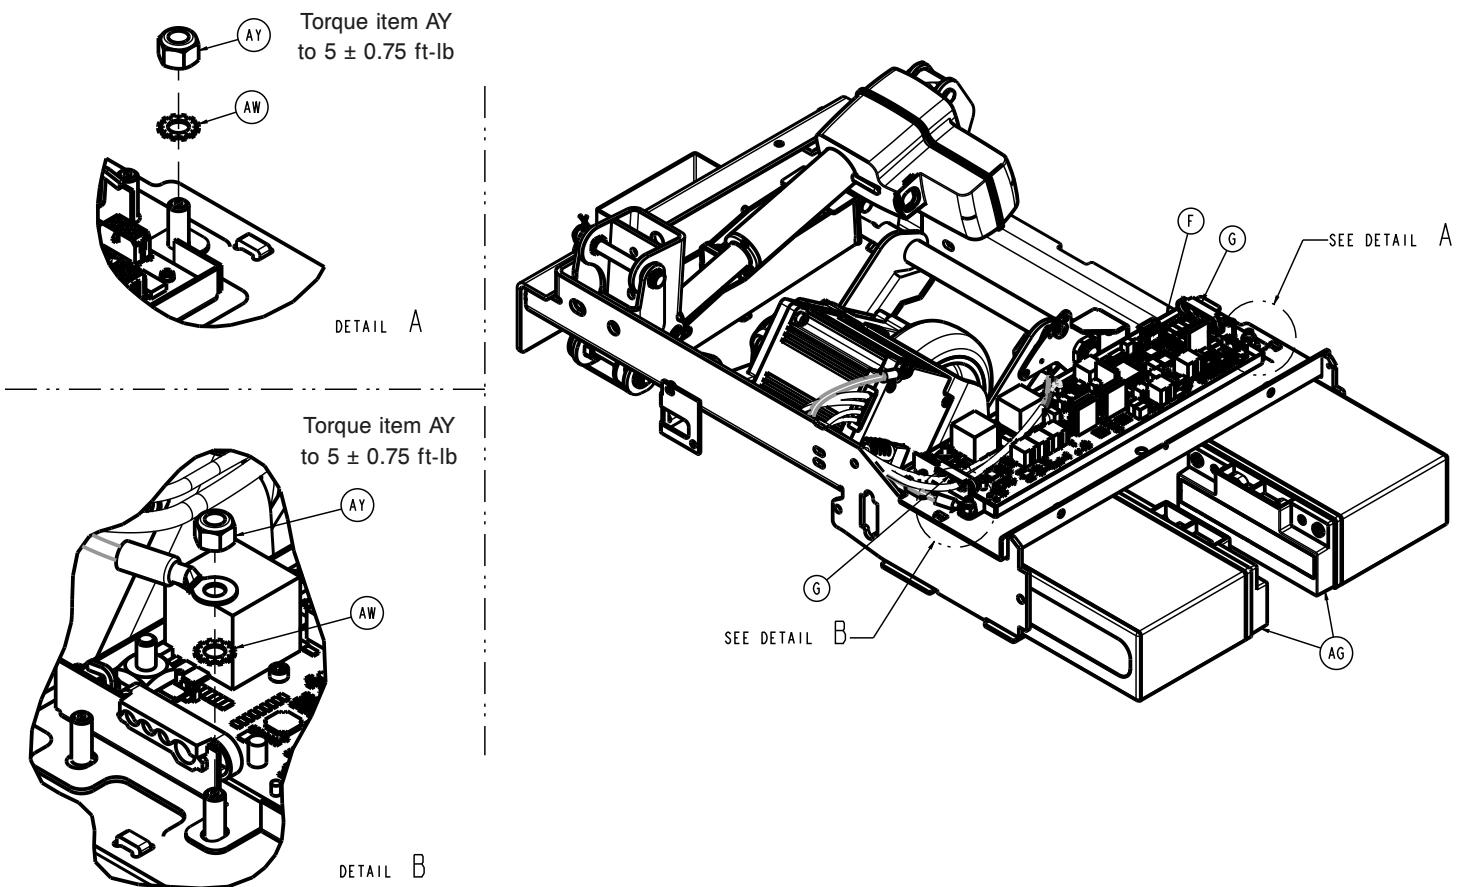

Figure 67 – Retrait des batteries
10. Retirer les batteries (AG) (Figure 67).
16. Déclipser le dispositif de retenue du câble (G) (Figure 67).
17. À l'aide d'une clé à cliquet et d'une douille de 7/16 po, retirer l'écrou (AY) qui fixe le câble de mise à la terre à l'ensemble soudé du châssis (Figure 67 détail B). Conserver l'écrou.
19. Déconnecter le câble de communication du moteur de la commande Zoom (F) (Figure 67).
10. Déclipser le dispositif de retenue du câble (G) (Figure 67).
11. À l'aide d'une clé à cliquet et d'une douille de 7/16 po, retirer l'écrou (AY) qui fixe le câble de mise à la terre du côté pieds à l'ensemble soudé du châssis (Figure 67 détail B). Conserver l'écrou.
12. À l'aide d'une clé à cliquet et d'une douille de 7/16 po, retirer l'écrou (AY) qui fixe les câbles d'alimentation du moteur (U, V, W) à la carte de commande Zoom (F) et le déclipser du dispositif de retenue de câble (G) (Figure 67). Conserver l'écrou.
13. Déconnecter le câble de communication du moteur de la carte de commande Zoom (F) et le déclipser du dispositif de retenue du câble (G) (Figure 67).
14. À l'aide d'une clé à cliquet et d'une douille de 7/16 po, retirer l'écrou (AY) qui fixe le câble de mise à la terre du côté tête à l'ensemble soudé du châssis (Figure 67 détail B). Conserver l'écrou.
15. Déconnecter les cinq connexions de câble du côté tête de la carte de commande Zoom (F) et les déclipser du dispositif de retenue de câble (G) (Figure 67).